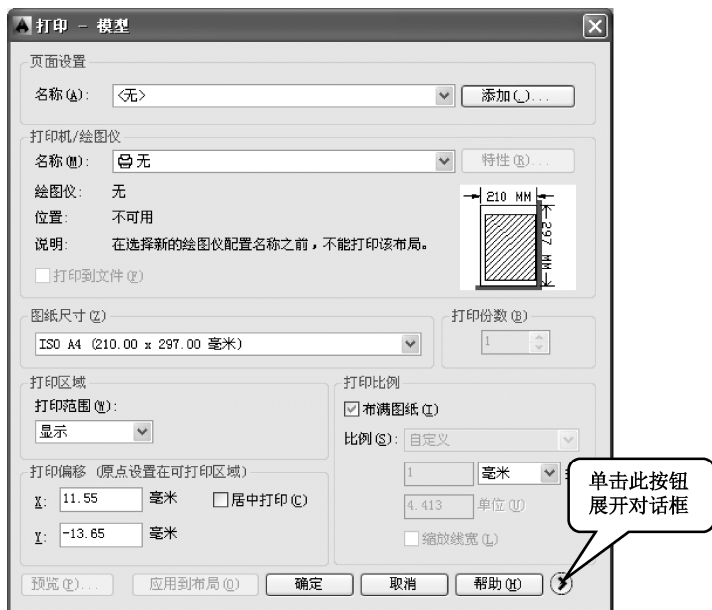

图 8-2 “打印-模型”对话框
(1) 在功能区单击“输出”选项卡下“打印”面板中的“打印”按钮，启动打印命令，弹出“打印-模型”对话框，如图 8-2 所示。
- (7) 选择对打印机配置文件的处理方式，单击“确定”按钮，返回到如图 8-2 所示的“打印-模型”对话框，至此完成图纸有效打印区域的设置。
在图 8-2 所示的“打印-模型”对话框中单击“页面设置”选项区域的  按钮，将弹出“添加页面设置”对话框，输入一个名字，就可以将这些设置保存到一个页面设置文件中，以后打印时只要在“页面设置”的“名称”下拉列表中选择该文件，就不必再逐一设置了。
执行上述命令后，弹出如图 8-2 所示的“打印-模型”对话框，将其展开后如图 8-3 所示，在该对话框中可以设置打印机、图纸大小、打印比例、图形方向等，按本任务操作实例中所述进行操作，即可进行打印。
(3) 在“页面设置管理器”中单击按钮，弹出“页面设置-布局 1”对话框，如图 8-13 所示 (该对话框各选项与图 8-2 所示的“打印-模型”对话框相似)，在该对话框中选择打印机及图纸，本实例选择“ISO A4 (297×210 毫米)”图纸。
(4) 将虚线框边距设为 0，增大打印有效区域，其方法与任务 1 中方法相同。